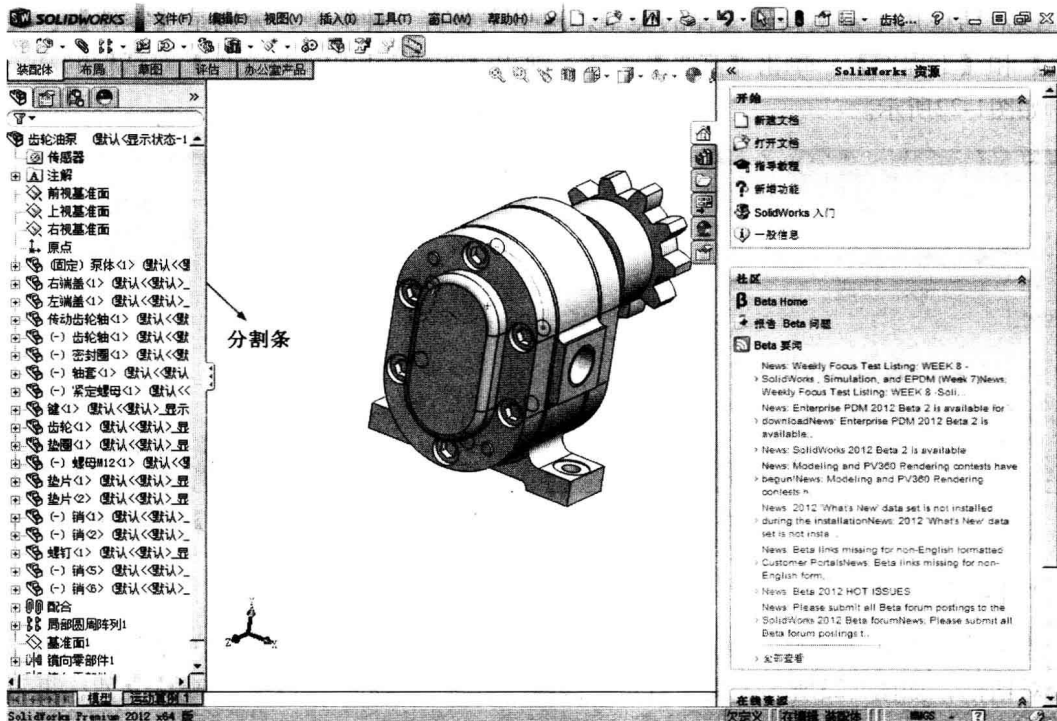

图1-19 分隔条
4) 分隔条:分隔条可以控制【属性管理器】窗口的显示,将【属性管理器】与图形区域分开。如果将其来回拖动,则分隔条在【属性管理器】显示的最佳宽度处捕捉到位。当用户生成新文件时,分隔条在最佳宽度处打开。用户可以拖动分隔条以调整【属性管理器】的宽度,如图1-19所示。